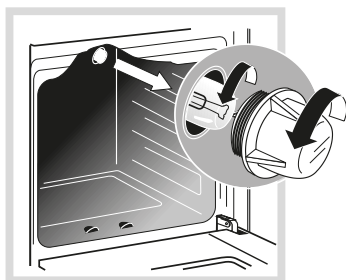

Рис.15
- Открутите стеклянный плафон (рис.15)